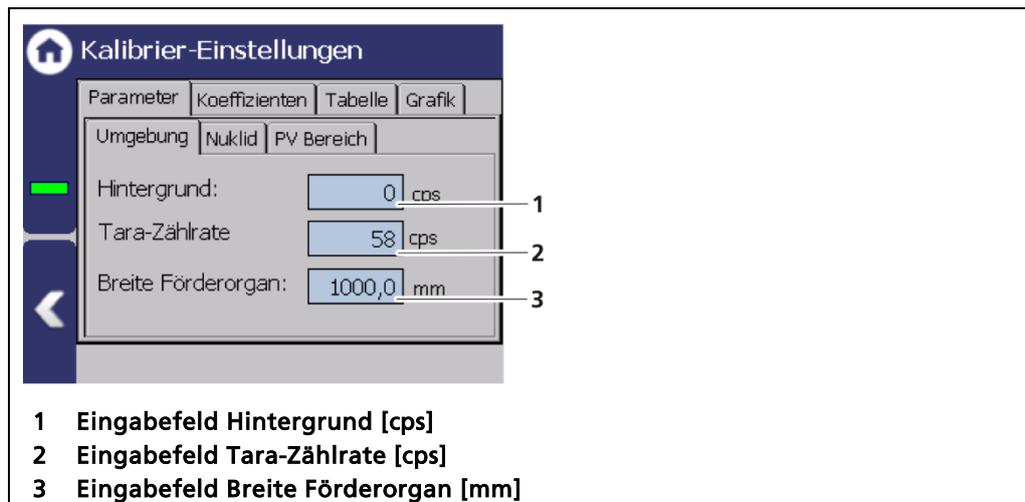

Abb. 82 Kalibrier-Einstellungen: Umgebung
Die Hintergrund-Zählrate (Abb. 82, Pos.1) ist die natürliche Hintergrundstrahlung des Detektors und muss zumindest bei Stabdetektoren gemessen werden. Die korrekte Aufnahme der Hintergrundstrahlung ermöglicht eine korrekte Zerfallskompensation und hat somit Einfluss auf die Langzeitstabilität des Messwertes.
Die Hintergrund-Zählrate (Abb. 82, Pos.1) ist die natürliche Hintergrundstrahlung des Detektors und muss zumindest bei Stabdeteektoren gemessen werden. Die korrekte Aufnahme der Hintergrundstrahlung ermöglicht eine korrekte Zerfallskompensation und hat somit Einfluss auf die Langzeitstabilität.
1. Klicken Sie auf das Textfeld „Hintergrund“ (Abb. 82, Pos.1).